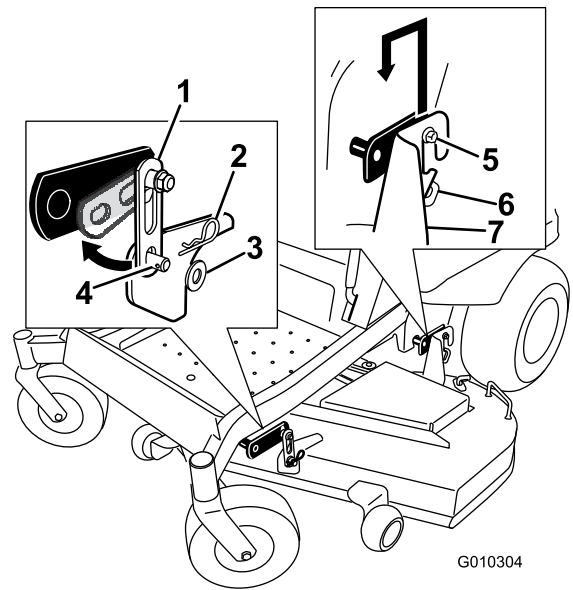

Figura 70
2. Retire los herrajes de las pletinas de suspensión delanteras en ambos lados de la carcasa (Figura 70).
3. Retire la carcasa con cuidado de los pernos de las pletinas de suspensión y baje la parte delantera de la carcasa al suelo (Figura 70).
5. Eleve la parte trasera de la carcasa del cortacésped y coloque los soportes de las pletinas de suspensión sobre sus pernos (Figura 70).
sujételas con una arandela y un pasador de horquilla (Figura 70).